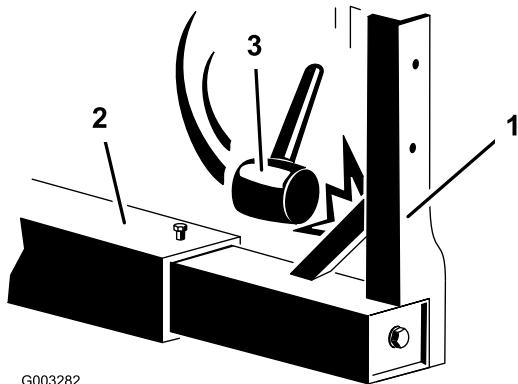

Bild 2
6. Klopfen Sie mit einem Kunststoff- oder Gummihammer auf die Strebe, um den Rahmen zu lösen (Bild 2).